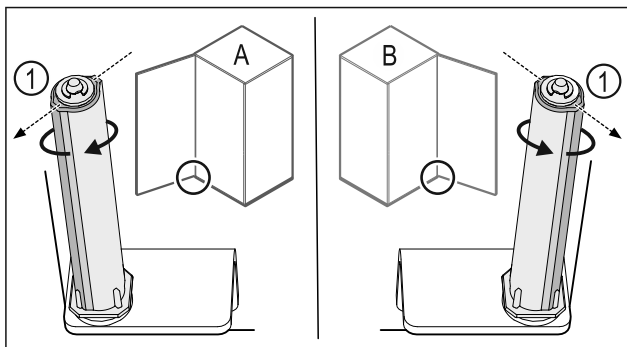

Fig. 28 Linksanschlag (A) / Rechtsanschlag (B)
- Schließsystem gegen den Widerstand drehen, bis der Steg des Schließsystems Fig. 28 (1) nach außen zeigt.